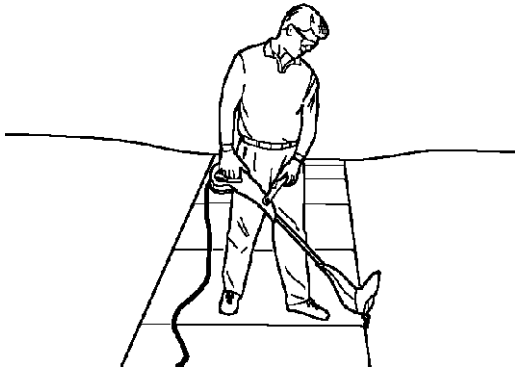

Fig. 15
6. **OPERACIÓN COMO ORILLADOR** (Fig. 15. Con la unidad configurada como orillador, sujétela con el motor a la izquierda, de tal forma que las partículas sean lanzadas hacia atrás. Siempre utilice protector para los ojos.